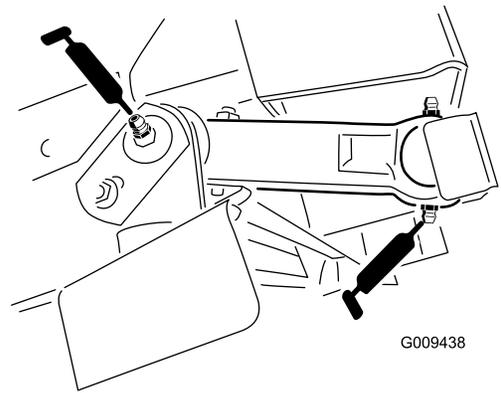

Bild 40
- Unterlenkergelenk (4) (Bild 40)
- Oberlenkergelenk (4) (Bild 40)